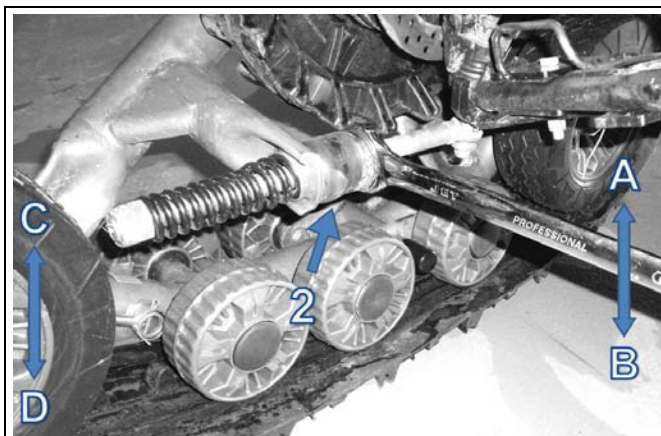

Abbildung 5
- Stellen Sie die in Abbildung 5 dargestellte Mutter (2) ein, bis das Flacheisen einen Abstand von  $254 \pm 6$  mm zum Boden erreicht. Auf der rechten Seite bewirkt ein Drehen des Schraubenschlüssels in Richtung A eine Drehung des Systems in Richtung C, wobei ein Drehen des Schraubenschlüssels in Richtung B, das System in Richtung D dreht (auf der linken Seite umgekehrt vorgehen).